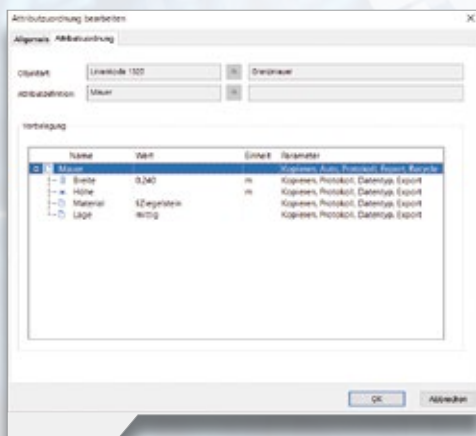

Bild 4: Vorbelegungen für Attribute sind für zugewiesene Objektarten ebenfalls möglich.
4. Sie können zudem jeder zugewiesenen Objektart eine eigene Vorbelegung der Attributwerte über den Button Attributzuordnung bearbeiten mitgeben. In Version 10.0 haben Sie außerdem die Möglichkeit, Werte leer zu lassen, sodass die Information undefiniert bleibt, siehe Bild 4.